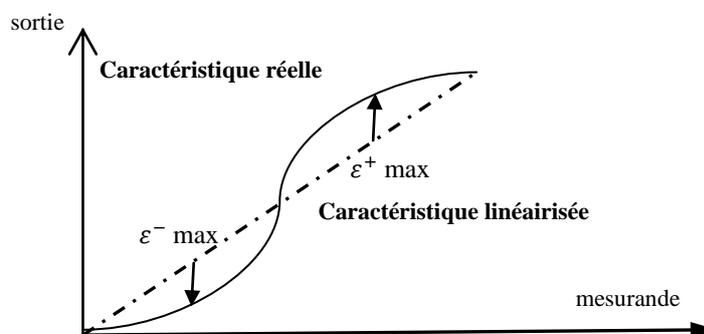

Figure 10 : Exemple de linéarisation de caractéristiques
- Linéarité : zone dans laquelle la sensibilité du capteur est indépendante de la valeur de la mesurande. Cette zone peut être définie à partir de la définition d'une droite obtenue comme approchant au mieux la caractéristique réelle du capteur, par exemple par la méthode des moindres carrés, on définit à partir de cette droite l'écart de linéarité qui exprime en % l'écart maximal entre la courbe réelle et la droite approchant la courbe (figure 10).